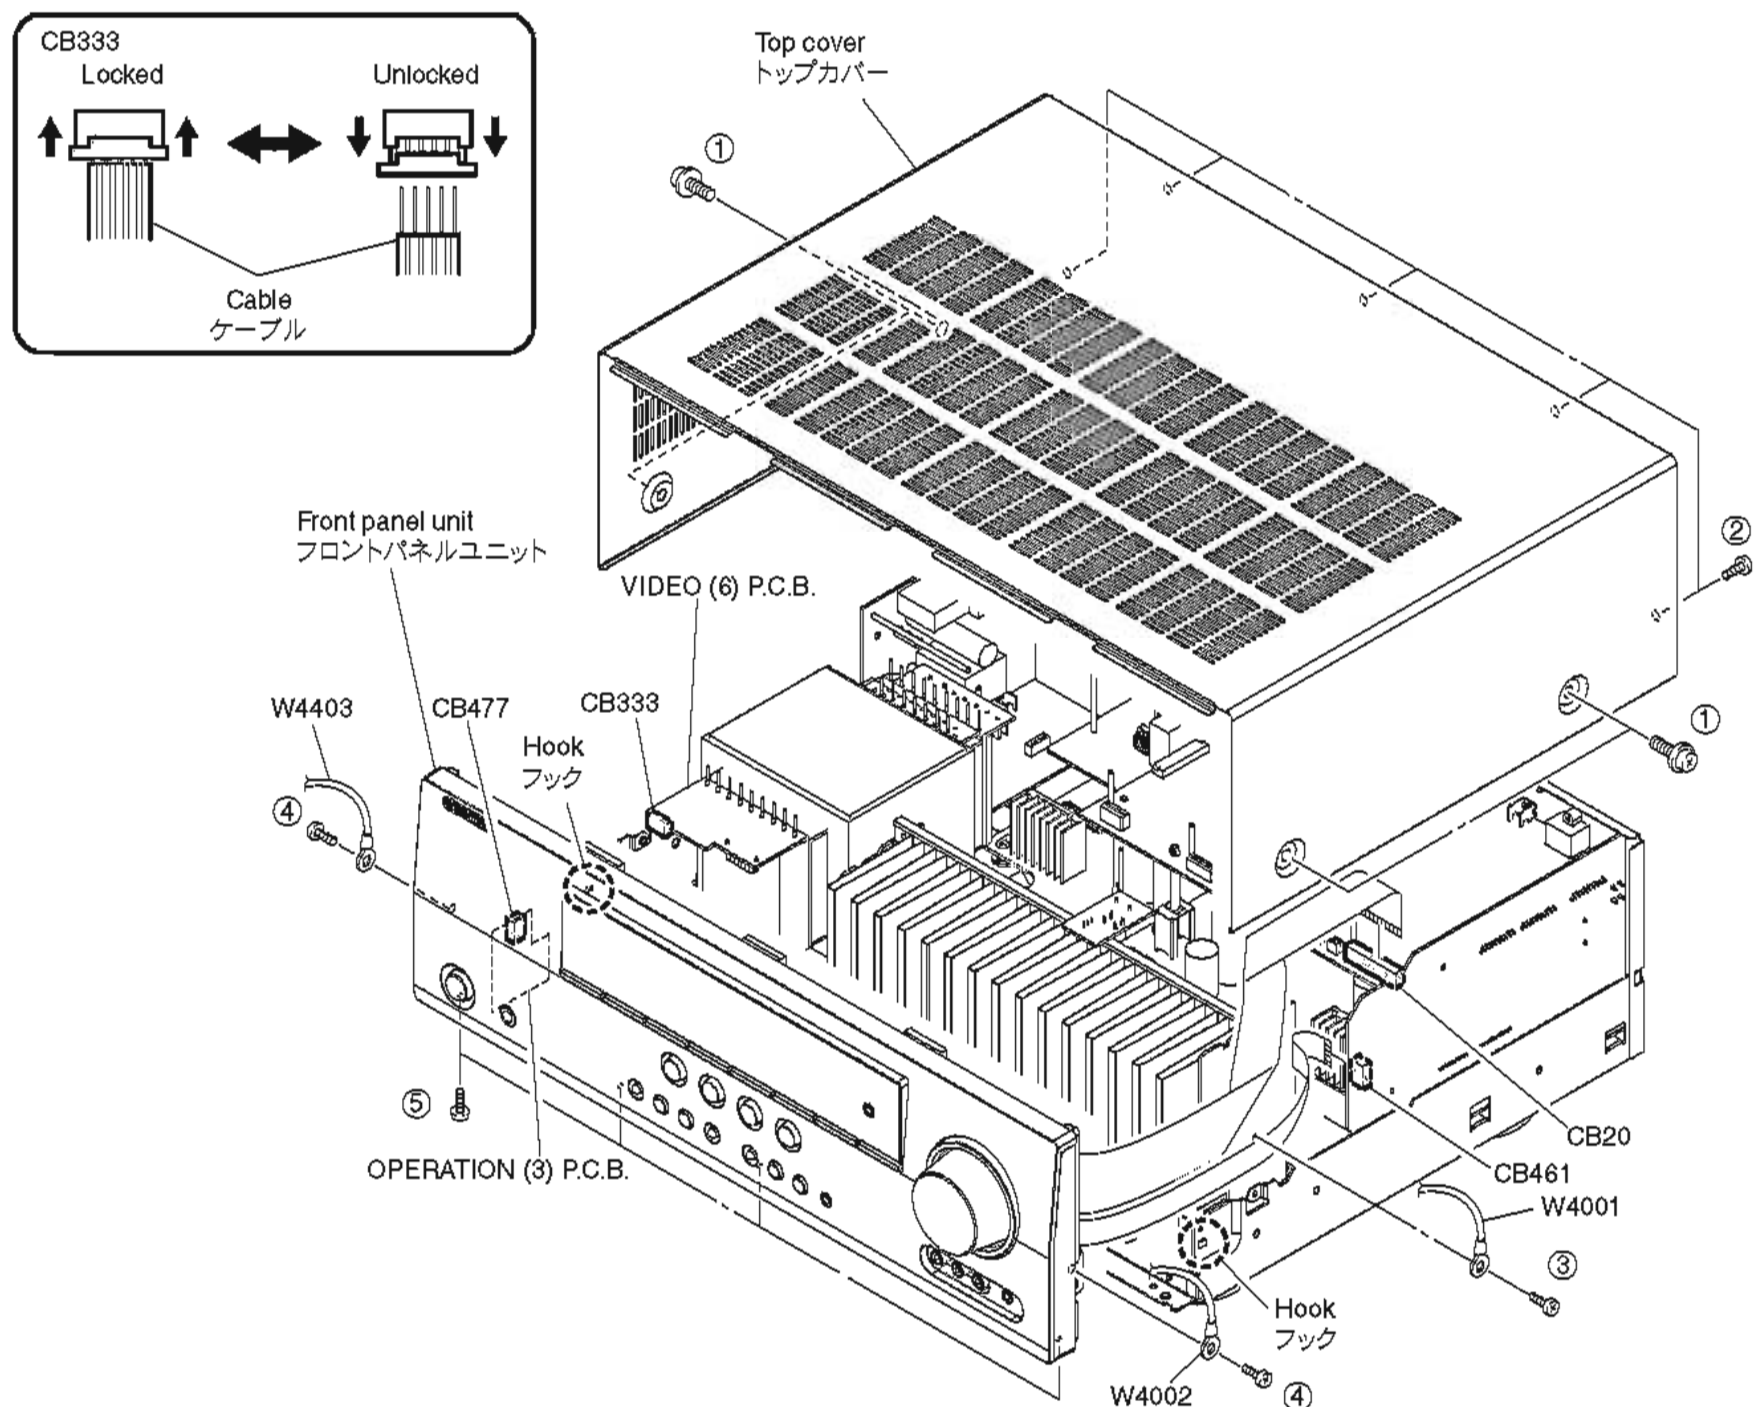

Fig. 1
- Remove 4 screws (①) and 5 screws (②). (Fig. 1)
- Slide the top cover rearward to remove it. (Fig. 1)
- ①のネジ4本、②のネジ5本を外します。(Fig. 1)
- トップカバーを後方へスライドさせ、取り外します。(Fig. 1)
- Remove screw (③), and remove W4001. (Fig. 1)
- Remove 2 screws (④), and remove W4002 and W4403. (Fig. 1)
- Remove 4 screws (⑤). (Fig. 1)
- Remove CB20, CB461 and CB477. (Fig. 1)
- Unlock and remove CB333. (Fig. 1)
- Release 2 hooks, and remove the front panel unit. (Fig. 1)
- ③のネジ1本を外し、W4001を取り外します。(Fig. 1)
- ④のネジ2本を外し、W4002、W4403を取り外します。(Fig. 1)
- ⑤のネジ4本を外します。(Fig. 1)
- CB20、CB461、CB477を外します。(Fig. 1)
- ロックを外し、CB333を外します。(Fig. 1)
- フック2箇所を外し、フロントパネルユニットを取り外します。(Fig. 1)